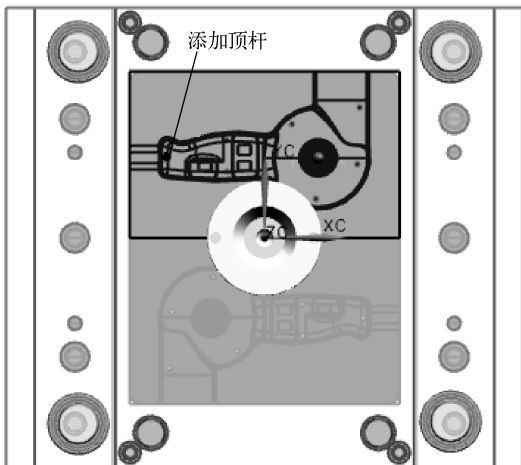

图 10-64 选择合适的位置添加顶杆
(4) 在俯视图的工作型芯上选择合适的位置点，添加适当数量的顶杆，如图 10-64 所示。